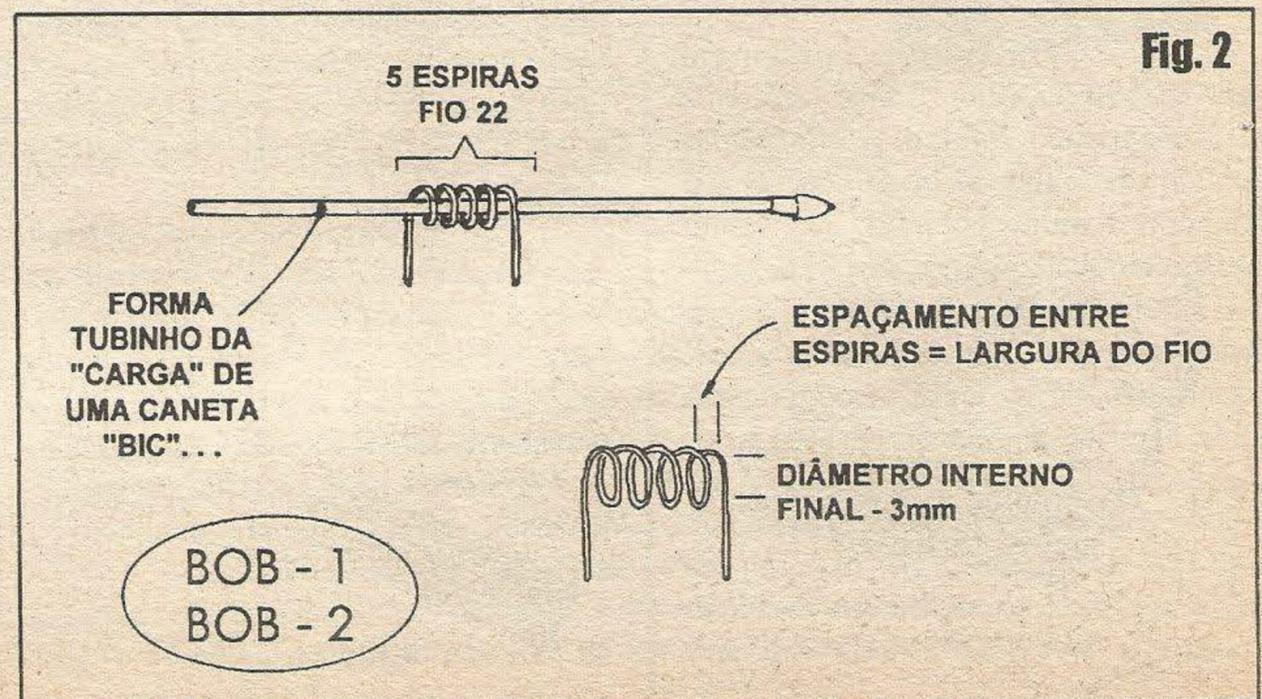

Fig. 2
- FIG. 2 - PREPARANDO AS DUAS BOBININHAS... - Um componente que (sabemos...) o hobbysta não gosta muito de confeccionar (geralmente porque